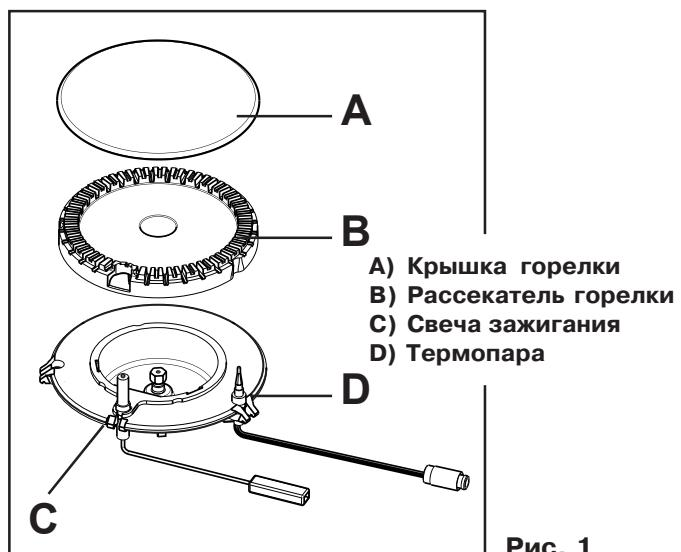

Рис. 1
2. После зажигания пламени держите ручку нажатой не менее 5 секунд. Это позволит термопаре (Рис.1.D) нагреться и отключить предохранительное устройство, в противном случае подача газа будет прервана.
Если в ходе нескольких попыток Вам не удалось зажечь горелку, проверьте, что крышка (Рис. 1. А) и рассекатель горелки (Рис. 1. В) находятся в правильном положении.
В моделях с электрическим розжигом он обеспечивается с помощью керамической свечи и металлического электрода (Рис. 1 С). Содержите эти детали в чистоте для предотвращения трудностей с розжигом, а также проверяйте, чтобы отверстия в рассекателе горелки (Рис. 1 В) не были засорены.